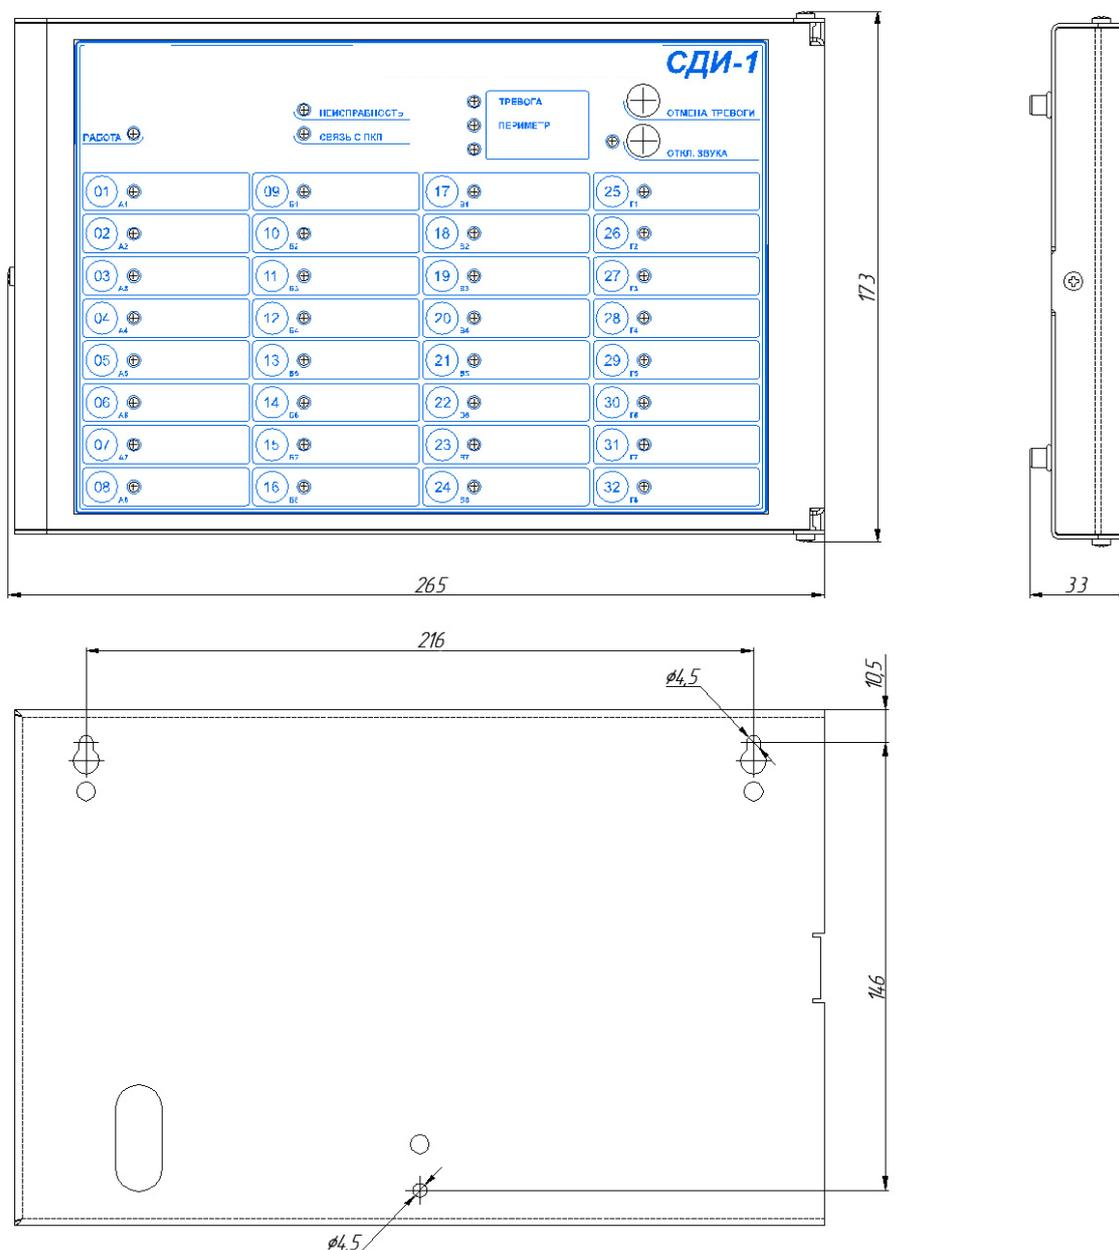

Рис.2. Габаритные и установочные размеры СДИ-1
и установочные размеры СДИ показаны на рис.2.
6.2.3. Проложить провода согласно проекту. Установить СДИ, руководствуясь установочными размерами рис.2.